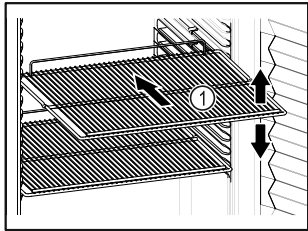

Fig. 61 例图
- ❑ 如果存放格栅 Fig. 61 (1)可移动，则根据高度进行调整。